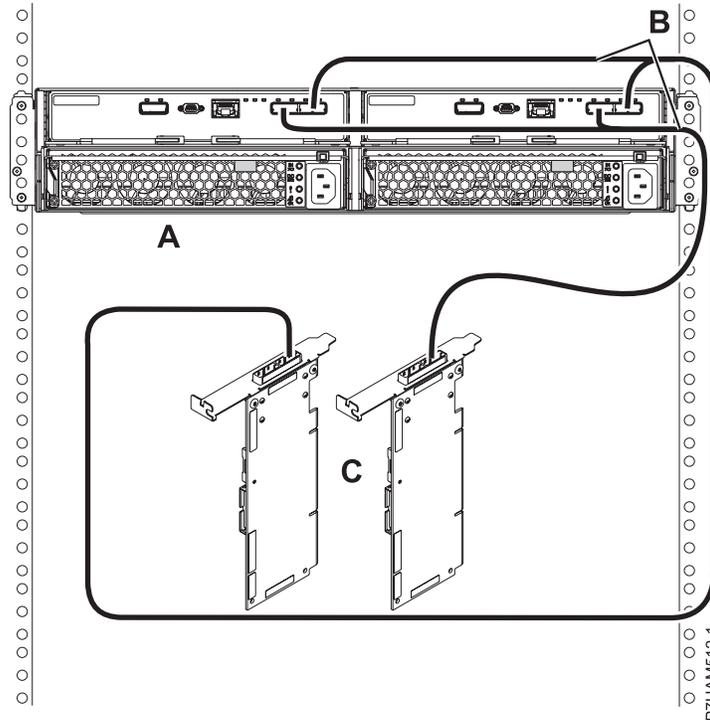

Figure 37. Mode 1 de connexion d'un boîtier d'unité de disque 58/87 via des câbles YO à une paire d'adaptateurs SAS
11. Effectuez la connexion de mode 1 d'un boîtier d'unité de disque 58/87 (A) via des câbles YO (B) vers une paire d'adaptateurs SAS (C), comme illustré dans la figure 37, à la page 75.
- Chaque adaptateur SAS de la paire (C) peut accéder aux 24 baies d'unité.